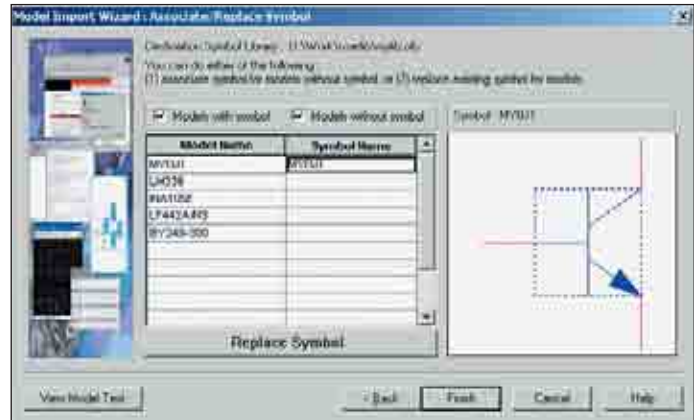

Рис. 18. Диалоговое окно Associate/Replace Symbol
- Название символа, присоединенное к модели mybjt, внесено в список в столбец **Symbol Name**, рядом можно наблюдать форму символа (рис. 18).